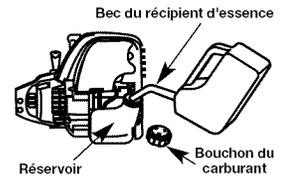

Fig. 6
1. Déposez le bouchon à essence (Fig. 6).
2. Placez le bec du récipient d'essence dans l'orifice du réservoir (Fig. 6) et remplissez celui-ci.